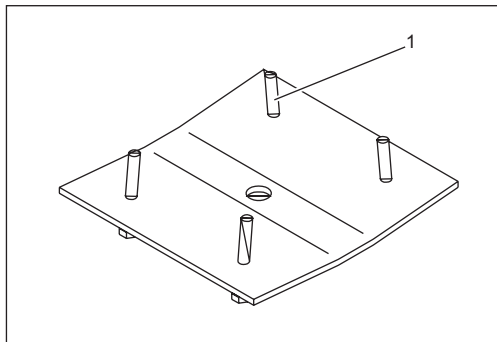

Рис. 5:
- предустановленные регулировочные болты (Рис.5/1)